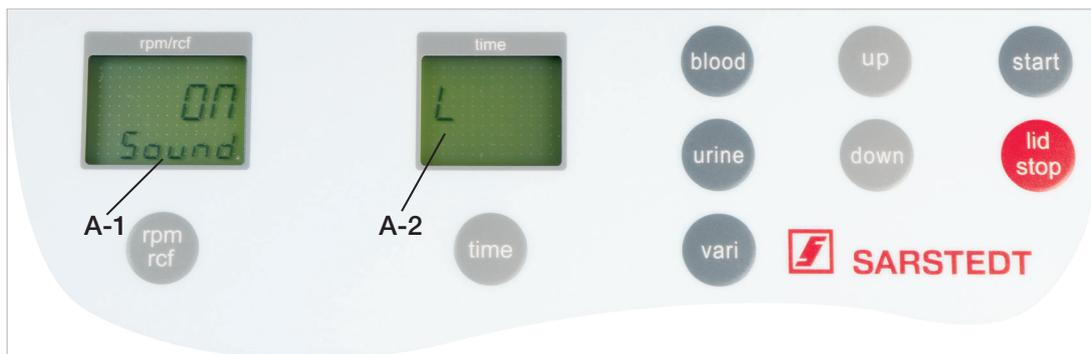

Figure 4
- Tous les réglages modifiés doivent être sauvegardés en activant la touche « start » (8). La notification « store » s'affiche dans le champ « rpm/rcf » (A-1) et sert alors de confirmation optique. Son affichage est indispensable à la bonne sauvegarde des présélections.
Ouvrez le menu « Réglages de base » tel qu'indiqué au point 1.8.1. Puis, activez la touche « time » (3). La rubrique sélectionnée clignote dans le champ d'affichage « time » (A-2). Sélectionnez maintenant la lettre « L » à l'aide des touches « up » (7) et « down » (7). Puis, la notification « on sound » s'affiche dans le champ d'affichage « rpm/rcf » (A-1). L'activation de la touche « rpm/rcf » (2) permet alors de faire clignoter la notification « on » et il est ensuite possible de désactiver le son à l'aide des touches « up » (7) et « down » (7) (voir Figure 4).